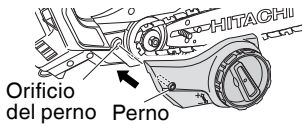

Fig. 7
- (1) Alinee el perno con el orificio del perno. (Fig. 7)